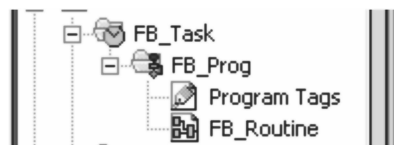

图 16-6 任务文件夹
3. 现在，控制器项目管理器中的“任务”（Tasks）文件夹应如图 16-6 所示。